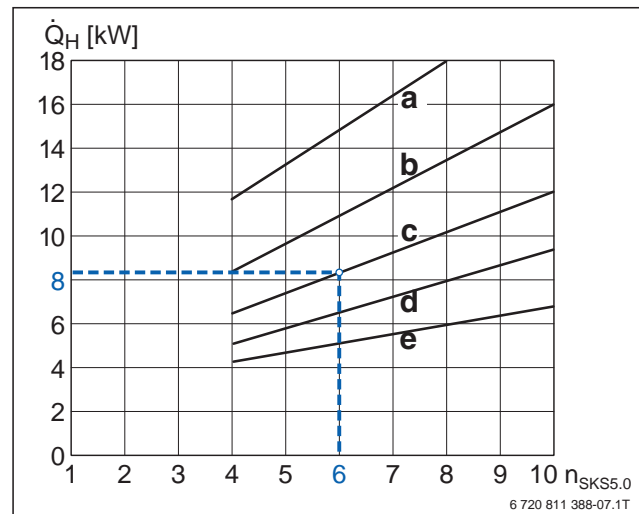
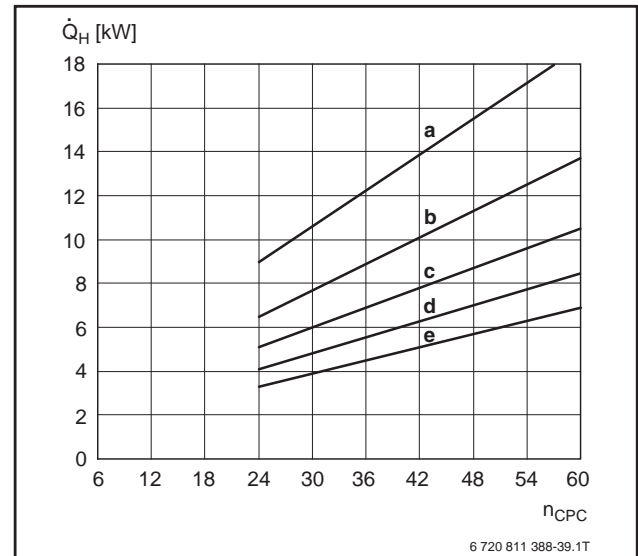

Bild 148 Diagramm zur überschlägigen Bestimmung der Kollektoranzahl Logasol SKS5.0 für Warmwasserbereitung und Heizungsunterstützung (Beispiel hervorgehoben)
Bild 151 Diagramm zur überschlägigen Bestimmung der Röhrenanzahl Logasol SKR6.1R/SKR12.1R CPC für Warmwasserbereitung und Heizungsunterstützung
Die Auslegung des Kollektorfelds für eine Solaranlage zur Warmwasserbereitung und Heizungsunterstützung ist direkt abhängig vom Wärmebedarf des Gebäudes und dem gewünschten solaren Deckungsanteil. Es wird in der Heizperiode generell nur eine Teildeckung erreicht. Für die Warmwasserbereitung ist in den Diagrammen in Bild 148 bis Bild 151 der mittlere Warmwasserbedarf eines 4-Personen-Haushalts mit 50 l pro Person und Tag vorausgesetzt worden.
Die Diagramme in Bild 148 bis Bild 151 basieren auf einer Beispielrechnung mit folgenden Anlagenparametern:
- Nach Diagramm in Bild 148, Kurve c, sind 6 Hochleistungs-Flachkollektoren Logasol SKS5.0 erforderlich.